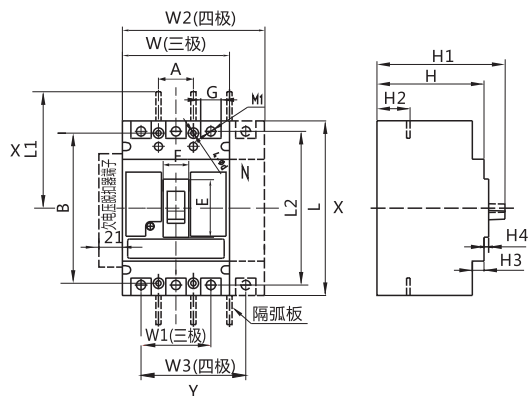
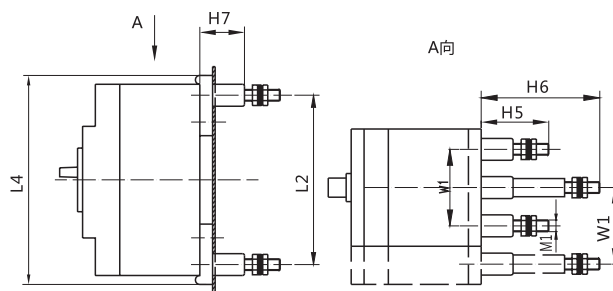
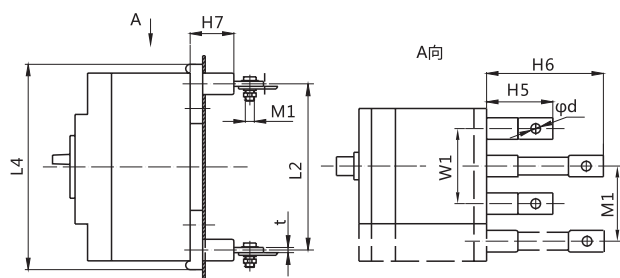
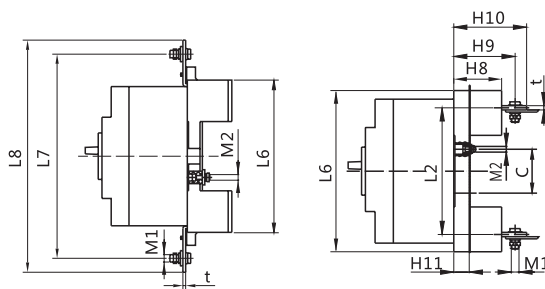

图2 固定式板前接线
图3 RDM1E-100、225固定式板后接线
图4 RDM1E-400、800固定式板后接线
图5 插入式板前接线(三极) 图6 插入式板后接线(三极、四极)
9.1外形尺寸见图2、图3、图4、图5、图6及表10
(1) 板前接线外形尺寸见图2 (X-X、Y-Y为三极断路器中心)
(2) 板后接线外形尺寸见 图3, 见图4 (3) 插入式板前接线外形尺寸见图5